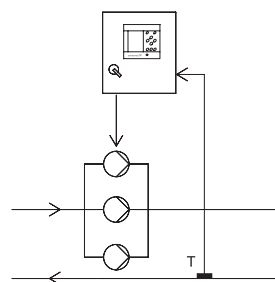

Рис. 26 Температура в обратном трубопроводе
- Температура в обратном трубопроводе с одним датчиком, см. рис. 26.